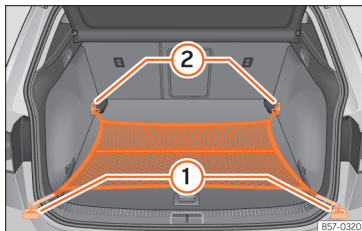

Fig. 123 Na bagageira: rede de separação engatada nivelada com o solo.
- Fixe os ganchos da rede nas argolas de fixação (1) e (2) »» Fig. 123 »» ⚠. O fecho de correr do saco deve ficar voltado para cima.